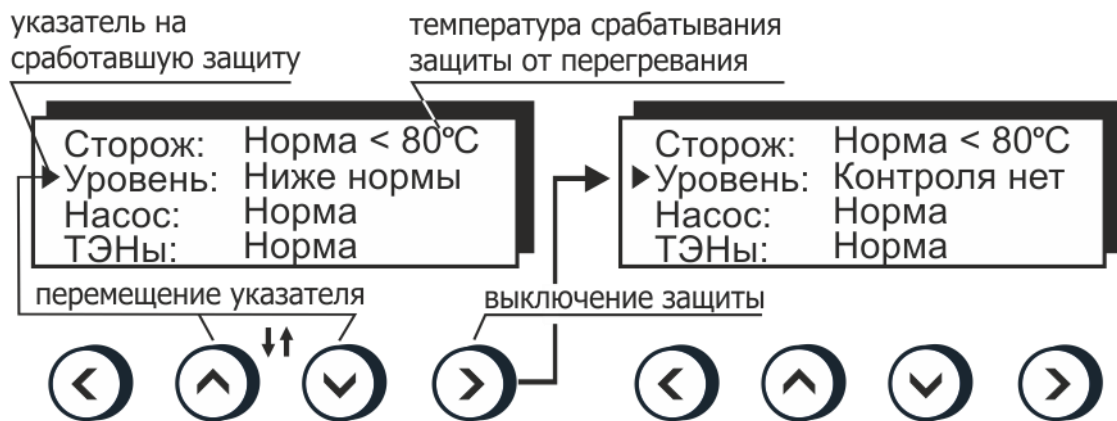

Рисунок 8 — Пример срабатывания защиты
- вращением регулятора 24 установить желаемую температуру срабатывания защиты, контролируя ее значение на дисплее (рисунок 8);